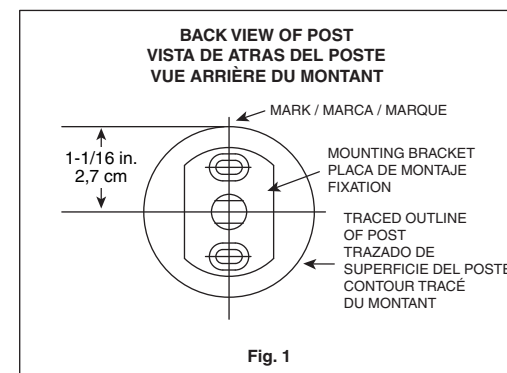
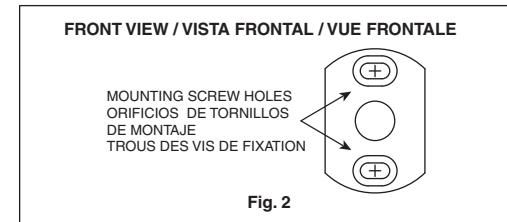
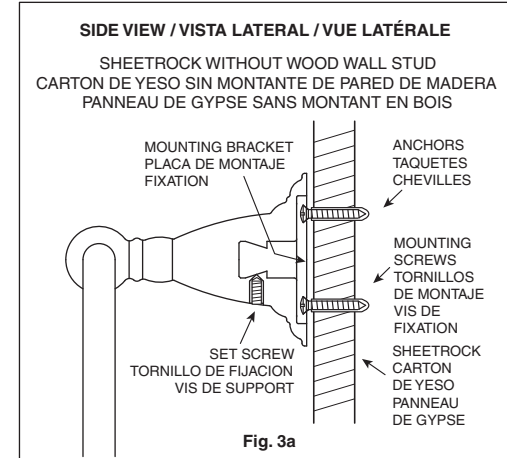
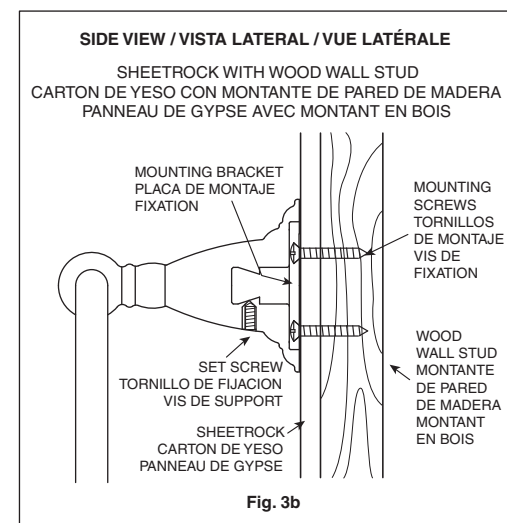

Fig. 1
Fig. 2
Fig. 3a
Fig. 3b
1. Locate the unit on the wall where desired and mark the top center of the unit, Fig. 1. Draw a 1-3/4 in. vertical line from the mark. Measure 1-1/16 in. down from the mark and draw a 1 in. horizontal line. Position the center hole of the mounting bracket over the intersection of the lines. Be certain that the vertical line is in the center of the oblong holes. Mark the screw locations in the centers of the oblong holes, Fig. 2. On ceramic tile, try to locate the mounting hole locations on a grout line. If mounting into ceramic tile, place masking tape on the mounting area before marking the location to prevent the drill bit from sliding across the tile. To drill through ceramic tile, obtain a 1/4 in. diameter carbide tip drill bit.
Drill 1/4 in. diameter holes where indicated, Fig. 2. Push in the plastic anchors until flush with the wall and screw the steel mounting bracket to the wall, Fig. 3a. Do not overtighten the mounting screws.
Drill 3/32 in. diameter holes for easy screw mounting, Fig. 2. DO NOT USE PLASTIC ANCHORS. Screw the steel mounting bracket to the wall, Fig. 3b. Do not overtighten the mounting screws.
3. Unscrew the set screw if necessary to fit the assembly over the wall mounting bracket. Slip the assembly over the mounting bracket with the set screw on the body, Figs. 3a and 3b. The assembly must hook over the mounting bracket. Push flush with the wall and tighten the set screw.
1. Sitúe la pieza en la pared en la posición deseada y marque el centro de la parte superior, Fig. 1. Trace una línea vertical de 4,4 cm desde la marca. Mida 2,7 cm desde la marca hacia abajo y trace una línea horizontal de 2,5 cm. Coloque el centro del orificio de la placa de montaje en la intersección de esas líneas. Asegúrese de que la línea vertical esté en el centro de los orificios rectangulares. Marque el lugar de los tornillos en el centro de los orificios rectangulares, Fig. 2. Si instala sobre azulejo, trate que los agujeros queden sobre las líneas de union del azulejo. Para taladrar a través del azulejo use una broca con punta de carburo de 0,6 cm y use masking tape para evitar que la broca se resbale.
Taladre huecos de 0,6 cm de diametro en los lugares indicados, Fig. 2. Introduzca los taquetes de plástico hasta que estén a ras con la pared y atornille la placa de montaje a la pared, Fig. 3a. No apretarlo fuertemente los tornillos de montaje.
Taladre huecos de 0,24 cm de diametro para lo montaje fácil de tornillo, Fig. 2. NO USE LOS TAQUETES DE PLASTICO. Atornille la placa de montaje a la pared, Fig. 3b. No apretarlo fuertemente los tornillos de montaje.
3. Si es necesario, afloje el tornillo prisionero para encajar el ensamblaje en los soportes de montaje. Deslice el ensamblaje sobre el soporte de montaje con el tornillo prisionero en el cuerpo, Figs. 3a y 3b. El conjunto debe engancharse sobre la placa de montaje. Introduzca hasta que esté a ras con la pared y apriete el tornillo de fijación.
1. Désignez l'endroit où vous voulez installer l'unité et faites une légère marque au-dessus du centre de l'unité, Fig. 1. Tracez une ligne verticale de 4,4 cm à partir de la marque. À 2,7 cm sous la marque, tracez une ligne horizontale de 2,5 cm. Placez le trou du centre de la fixation vis-à-vis l'intersection des lignes. Assurez-vous que la ligne verticale est au centre des trous ovales. Marquez la position des vis dans le centre des trous ovales, Fig. 2. Sur les carreaux de céramique, essayez de faire correspondre les trous de fixation avec un joint de coulis. Si vous devez percer les carreaux de céramique, appliquez du ruban-cache sur ceux-ci pour empêcher le foret de glisser. Utilisez un foret en carbure de 0,6 cm pour percer dans des carreaux en céramique.
Percez les trous de 0,6 cm de diamètre où vous l'avez indiqués, Fig. 2. Enfoncez les chevilles de plastique dans le mur pour que les têtes sont à ras le mur puis vissez la fixation de métal au mur, Fig. 3a. Ne trop serrez pas les vis de fixation.
Percez les trous de 0,24 cm de diamètre pour le support facile de vis, Fig. 2. N'UTILISEZ PAS LES CHEVILLES DE PLASTIQUE. Vissez la fixation de métal au mur, Fig. 3b. Ne trop serrez pas les vis de fixation.
3. Dévissez la vis de positionnement si besoin est de façon à mettre l'assemblage sur le support de montage du mur. Glissez l'assemblage sur le support de montage avec la vis de positionnement sur le corps, Figs. 3a et 3b. Le support doit pouvoir s'accrocher sur la fixation. Poussez pour que le tout soit bien aligné contre le mur et resserrez la vis de support. Note: Des boulons "molly" ou à ailettes seront peut-être nécessaire pour l'installer sur du panneau de gypse ou une porte creuse (non fournis).